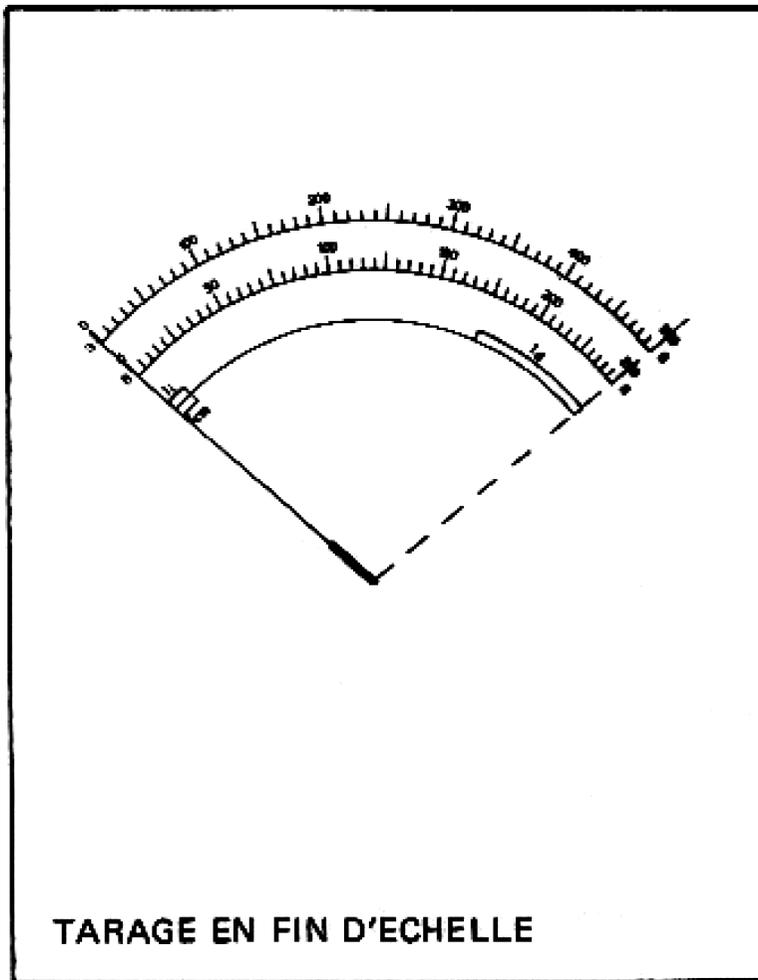

Figure 1
4) **AGISSEZ** sur le bouton de commande de P1 pour placer l'aiguille exactement en fin d'échelle (voir figure 1).